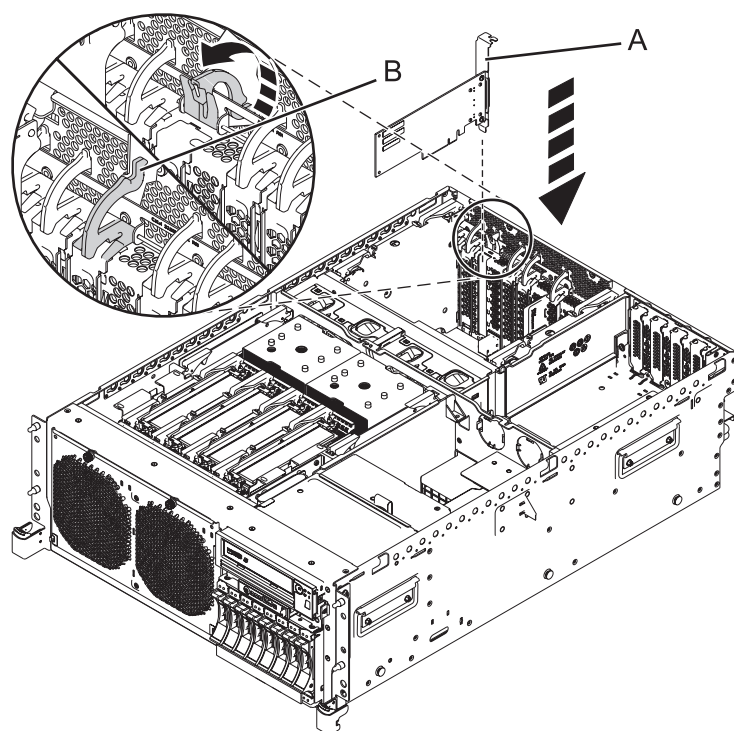
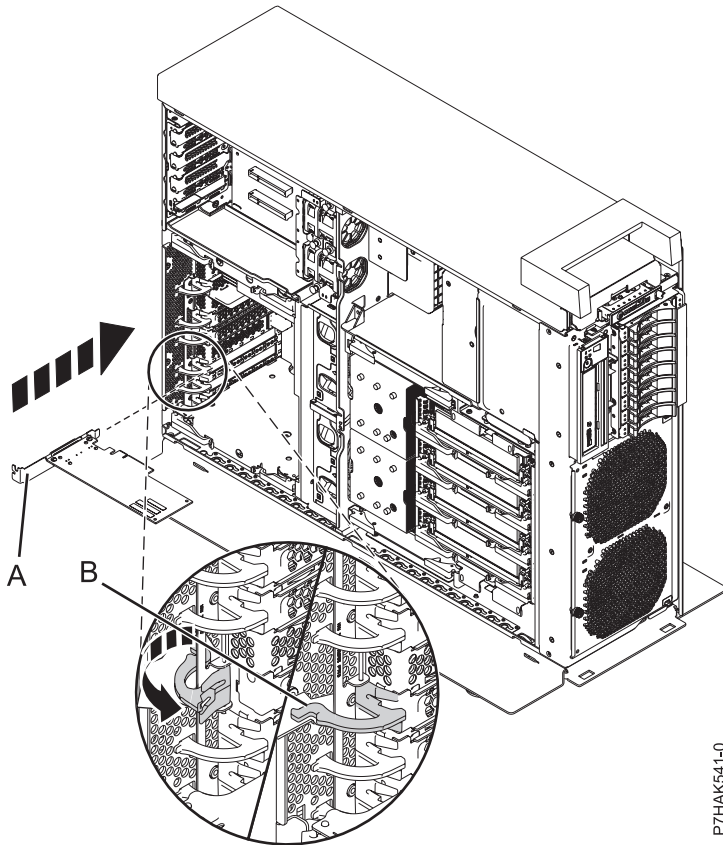

Abbildung 12. PCI-Adapter bei einem Einschubsystem austauschen
Abbildung 13. PCI-Adapter bei einem Standalone-System austauschen
16. Verriegeln Sie die Adaptersicherung (B) wieder (siehe Abb. 12 und Abb. 13 auf Seite 18).